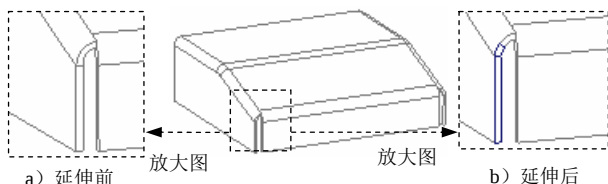

图 11.6.19 进行薄壁内边界线的延伸
(4) 设置偏移。单击 **偏移** 选项卡，选中 ☒ **相对连接边偏移壁** 复选框和 ☒ **添加到零件边** 单选项。
(5) 定义止裂槽。在操控板中单击 **止裂槽** 选项卡，在系统弹出界面中取消选中 ☐ **单独定义每侧** 复选框，并在 **类型** 下拉列表框中选择 **扯裂** 选项。
(6) 在操控板中单击  按钮，完成平整特征 1 的创建。
Step7. 对侧壁的一端进行第一次延伸，如图 11.6.19 所示。